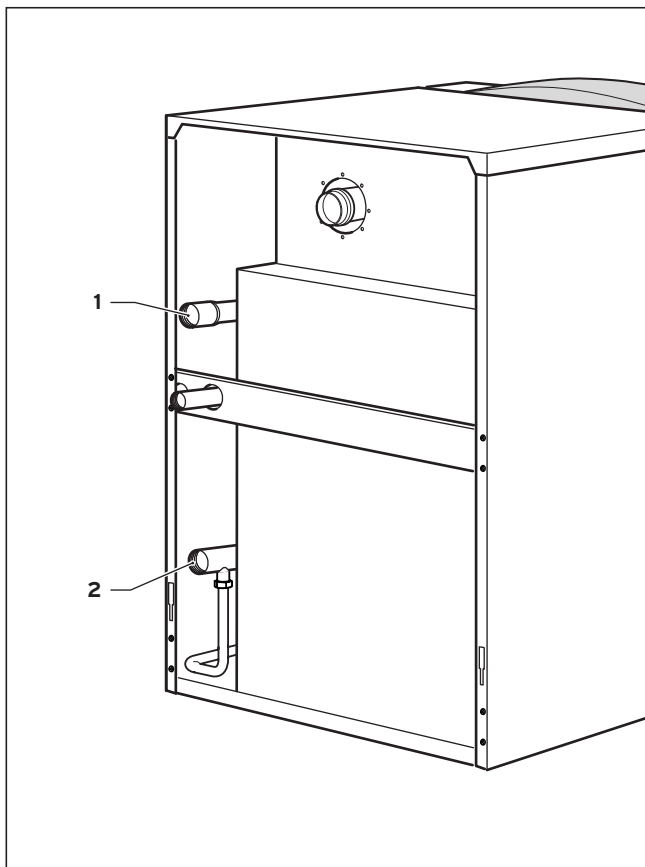

Fig. 4.1 Allacciamento sul lato riscaldamento
- Installare la mandata (1) e il ritorno (2) del riscaldamento come in Fig. 4.1.